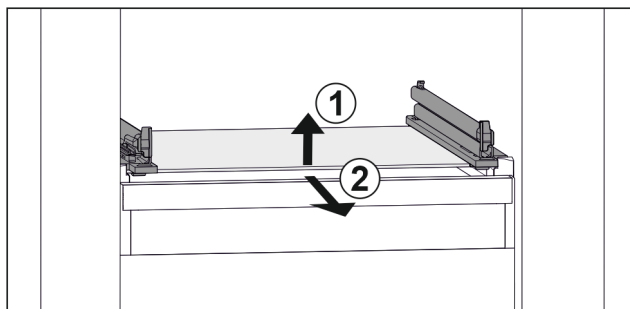

Fig. 54 Simbolična slika steklene plošče
- ▶ Steklenu ploščo dvignite v smeri naprej. Fig. 54 (1)
- ▶ Steklenu ploščo odstranite v smeri naprej. Fig. 54 (2)